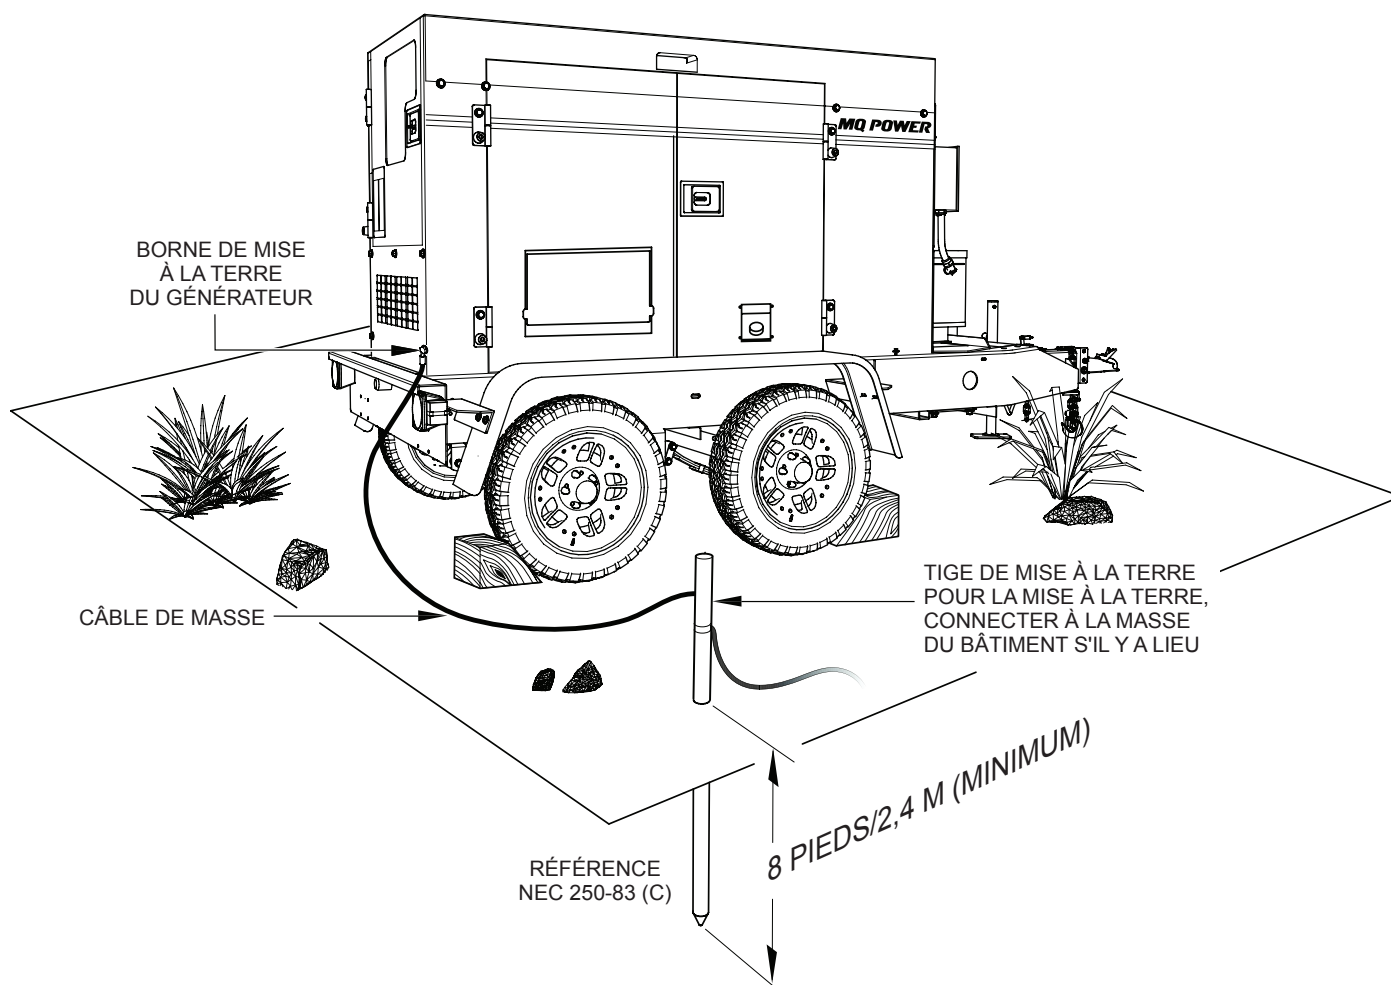

**Figure 2. Application de mise à la terre typique du générateur**
2. Lors de la mise à la terre du générateur (Figure 2), connecter le câble de masse entre la rondelle frein et l'écrou sur le générateur et bien serrer l'écrou. Brancher l'autre extrémité du câble de masse à la terre.